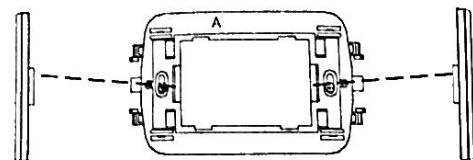

Fig. 6
N.B. Nel caso in cui il cronotermostato debba ricevere placche AVE Banquise o Noir, VIMAR Idea o Rondò, BTICINO Matix, inserire nelle apposite fessure laterali le adeguate "Barrette coprifori" in dotazione (Fig. 6).